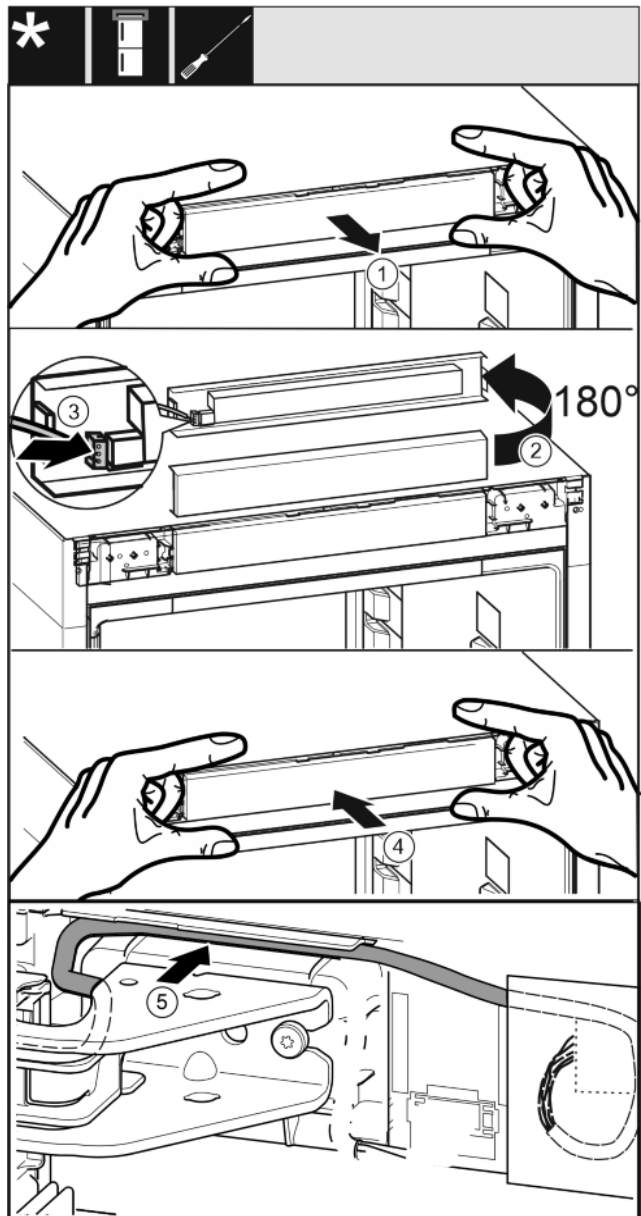

Fig. 34
- ▶ Bedieningspaneel er voorzichtig uitnemen. Fig. 34 (1)
- ▶ Paneel met 180° omhoog draaien. Fig. 34 (2)
- ▶ Stekker van het bedieningspaneel vergrendelen. Fig. 34 (3)
- ▶ Bedieningspaneel weer op het apparaat vastklikken. Fig. 34 (4)
- ▶ Grijs kabel voorzichtig in de geleiding boven de bovenste lagerbus monteren. Fig. 34 (5)